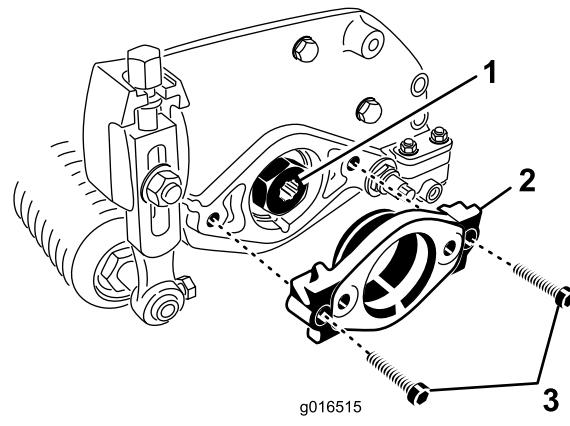

Figura 8
- Remova os 2 parafusos de cabeça allen que prendem a montagem do motor à extremidade esquerda da unidade de corte. Remova a montagem do motor (Figura 8).
- Aplique massa lubrificante no diâmetro interior do veio de saída da transmissão (Figura 8).
- Do lado esquerdo da unidade de corte, aplique uma leve camada de óleo no anel de retenção e instale a montagem do motor com os 2 parafusos de cabeça Allen previamente removidos (Figura 8). Aperte os parafusos com 16 a 20 Nm.